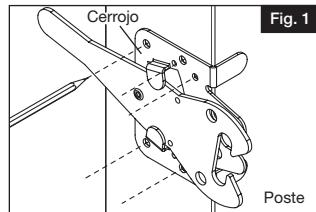

Fig. 1
- b. Sostener el cerrojo en el costado del poste y marcar las ubicaciones de los agujeros guía, como se muestra (Fig. 1).